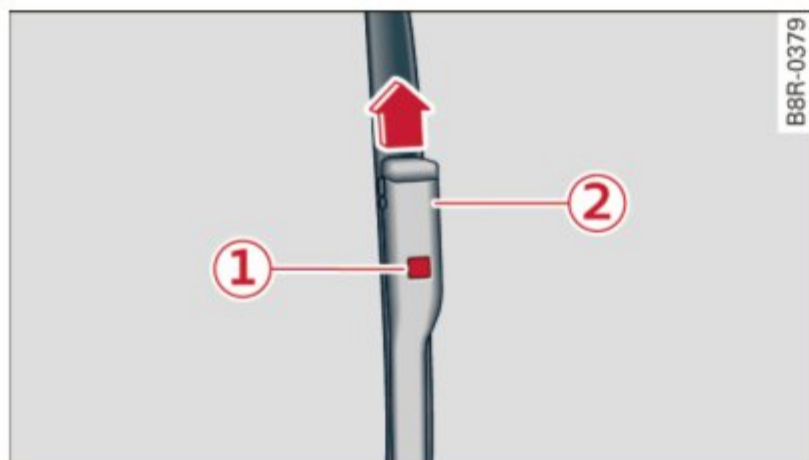

Fig. 65 Dépose des balais d'essuie-glace
- ▶ Appuyez sur le bouton de blocage (1) du balai d'essuie-glace ⇒ fig. 65. Tenez fermement le balai d'essuie-glace.